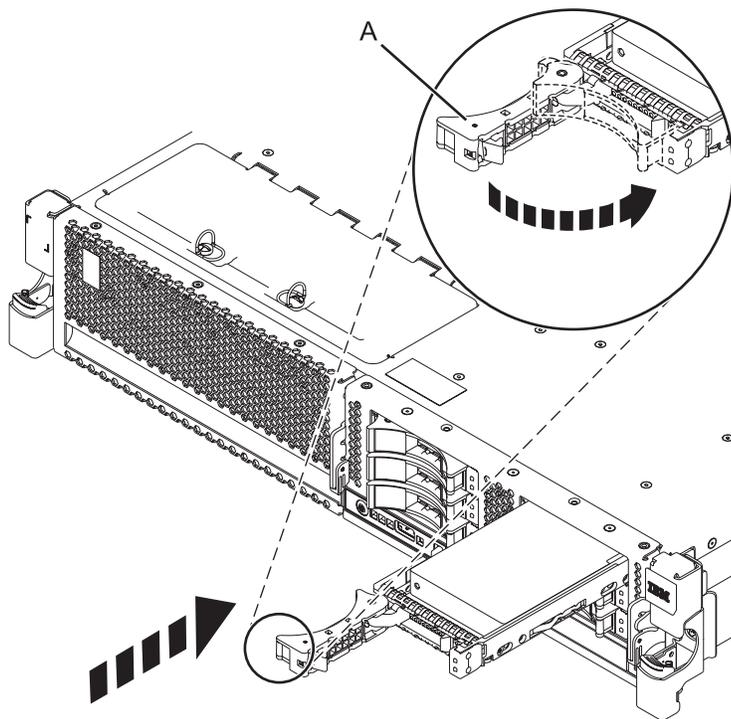

Figura 49. Instalación de una unidad de disco en el sistema
6. Cuando el LED de identificación se encienda de manera fija, deslice la unidad hasta el fondo del sistema o de una unidad de expansión y empuje hacia adentro el asa de la unidad (**A**) hasta que quede encajada, como se muestra en Figura 49.